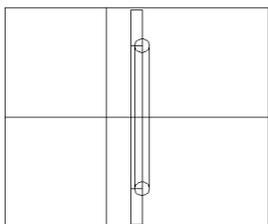

图 16-26
(7) 作线段。单击  按钮或者直接选择 `Drawing`→`Line` 命令, 或者在命令行直接输入 `line`。作两圆的切线, 结果如图 16-26 所示。